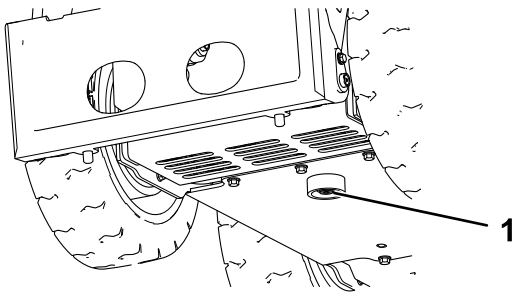

Figura 42
5. Retire el tapón de vaciado de la parte inferior del depósito hidráulico y deje que se drene completamente el fluido (Figura 42).